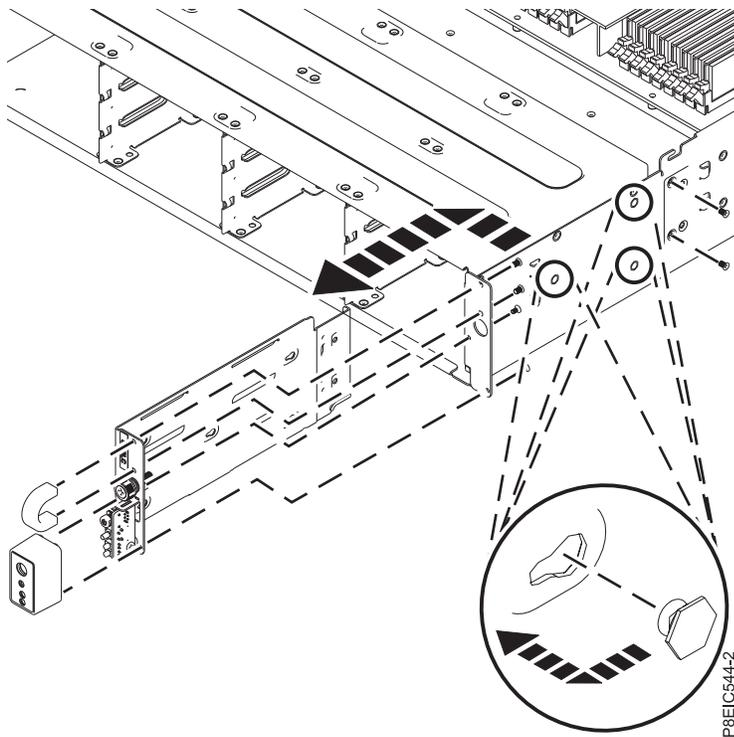

Figura 61. Removendo a comutador de energia e cabo
5. Remova os quatro parafusos que prendem o painel e manipular do comutador de energia ao conjunto do comutador de energia, conforme mostrado na Figura 61 na página 55.
6. Remova os dois parafusos que prendem o conjunto do comutador de energia da lateral do chassi, conforme mostrado na Figura 61.
7. Puxe o conjunto do comutador de energia para frente, em seguida, retire o conjunto do comutador de energia da lateral do chassi, como mostrado em Figura 61.